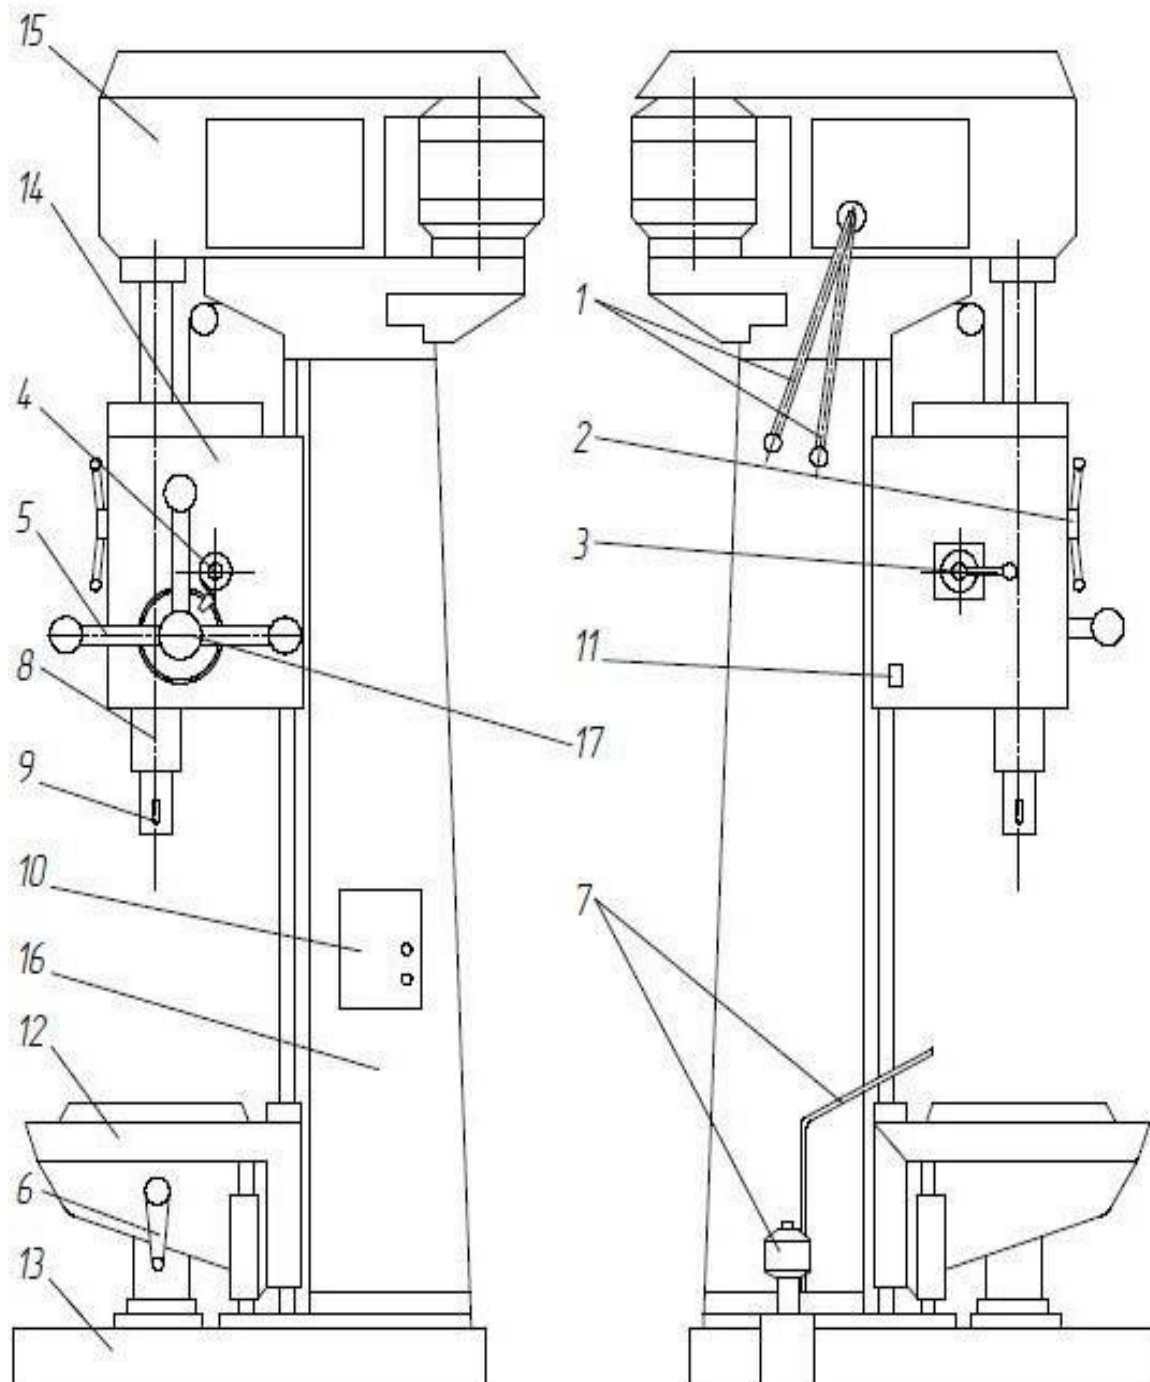

Рисунок 14 – Общий вид станка
- повернуть на себя штурвал позиция 5 (рисунок 14) на угол примерно 20 градусов.